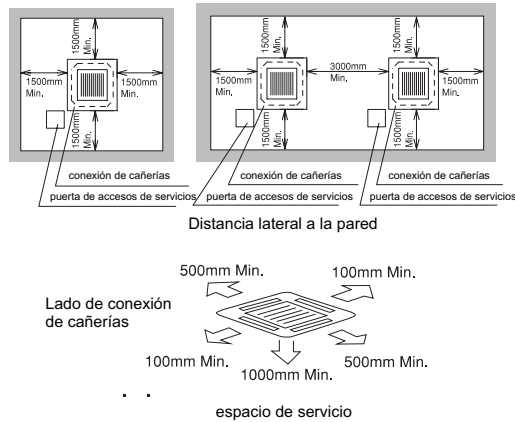

Fig 3.1 Espacio alrededor de la unidad
- Instalar la unidad interior con un apropiado espacio alrededor de ella para operación y tareas de mantenimiento como se muestra en la Fig.3.1.